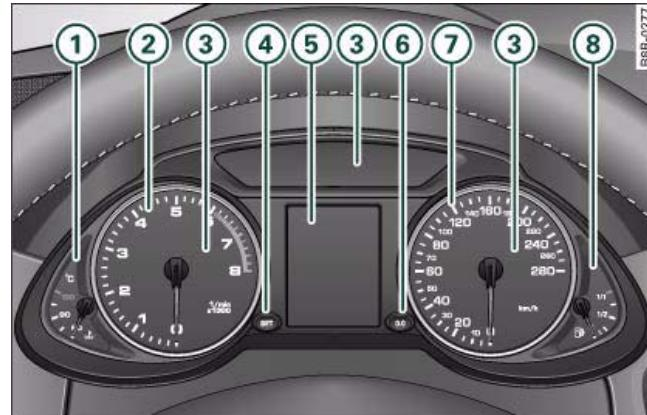

Fig. 2 Cuadro general del cuadro de instrumentos
El indicador para la temperatura del líquido refrigerante ① ⇒ fig. 2 funciona sólo con el encendido conectado. Para evitar averías en el motor, tenga en cuenta las siguientes observaciones sobre los márgenes de temperatura.
El indicador del cuentarrevoluciones  página 9, fig. 2 sólo debe permanecer unos instantes en la zona roja de la escala: de lo contrario podría dañarse el motor. El comienzo de la zona roja en la escala depende de cada motor.